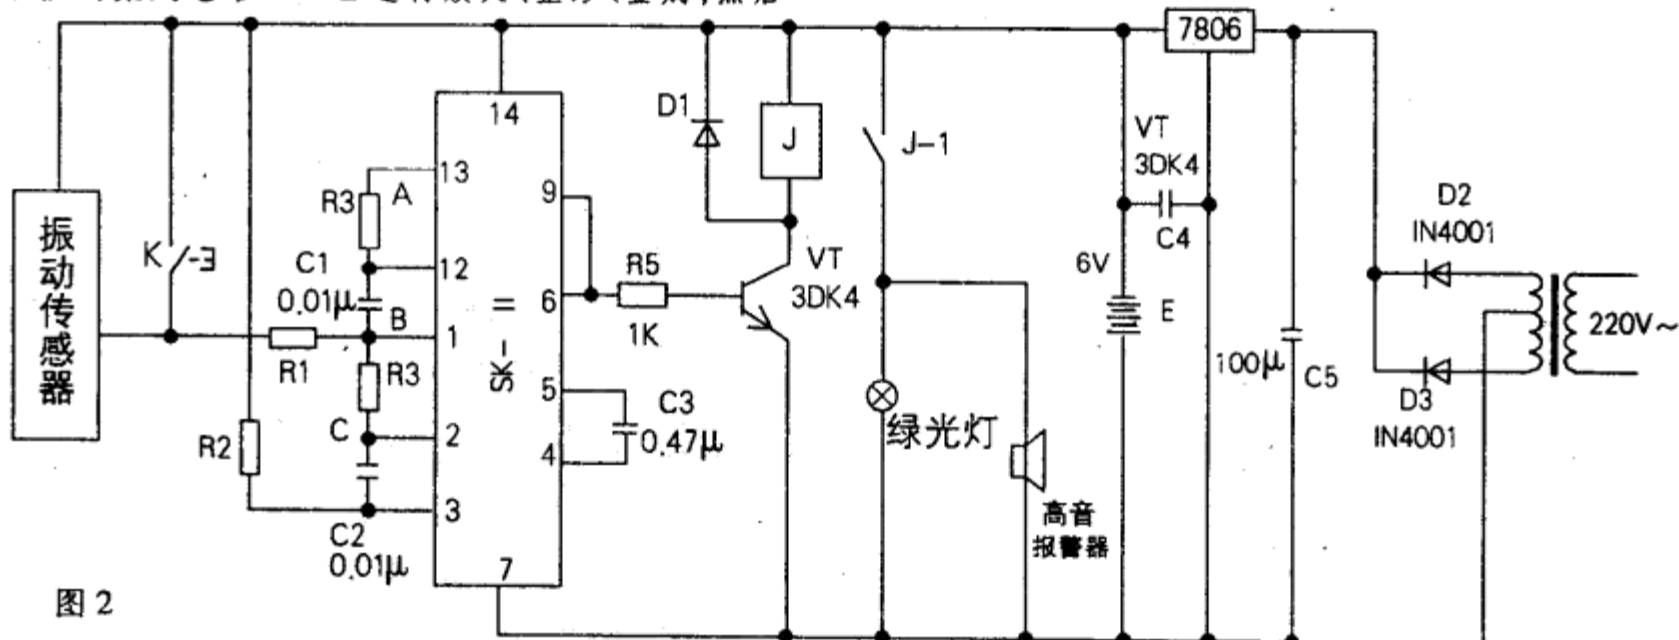

图2
使防盗网具有防切割、防折弯功能电路原理如图2所示。整个电路安装在一块印刷板上,可置于接线盒中,安装在室内靠窗户边的墙体里,既不影响室内的整洁、美观,又便于安装和检修。
(4)视频解码器:L64021内置RISC处理器和MPEG-2视频解码器,对数字信号主层主级(ISO13818-2)信号解码,且兼容MPEG-1系统层解码(ISOIS11172),可处理图像像素最高为720×480或30帧/S(NTSC制)和720×576或25帧/S(PAL制),即CCIR601标准。L64021集成电路内部结构原理框图见图2所示。视频输出信号VIDEO使用RCA线与彩电相连。